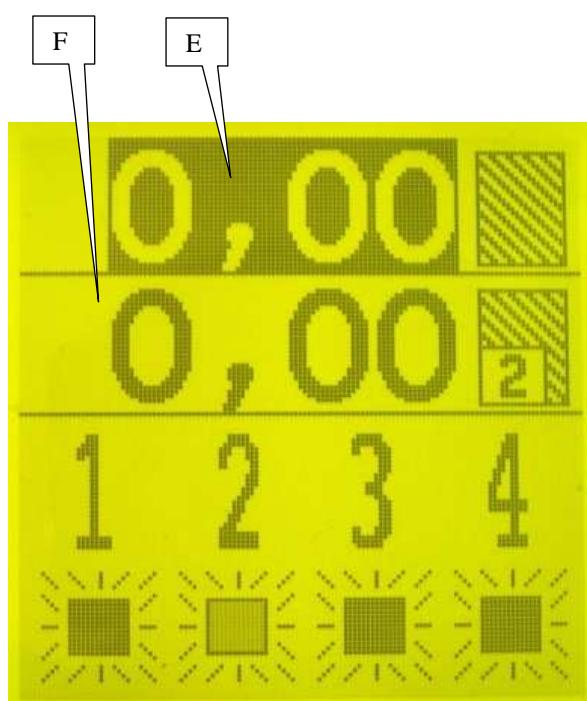

Fig. 2
Appuyer sur la touche pour faire défiler les lignes et ainsi visualiser les lignes cachées (Fig. 2).
- E : compteur de surface total (Fig. 2)
- F : compteur de surface partiel 2 (Fig. 2)
Press button to run through the lines and see the hidden lines (Fig. 2).
- E : total area counter (Fig. 2)
- F : partial area counter (Fig. 2)